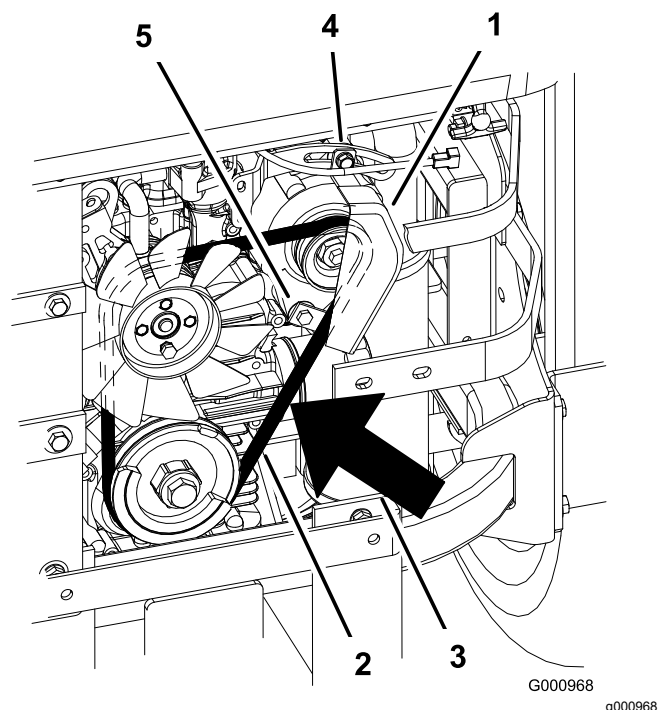

Figura 95
2. Ajuste o alternador para o exterior até haver uma deflexão de 7 a 9 mm na correia entre o motor e as polias do alternador com 98,3 N (Figura 95).
5. Se a deflexão estiver correta, aperte os parafusos inferior e superior (Figura 95).